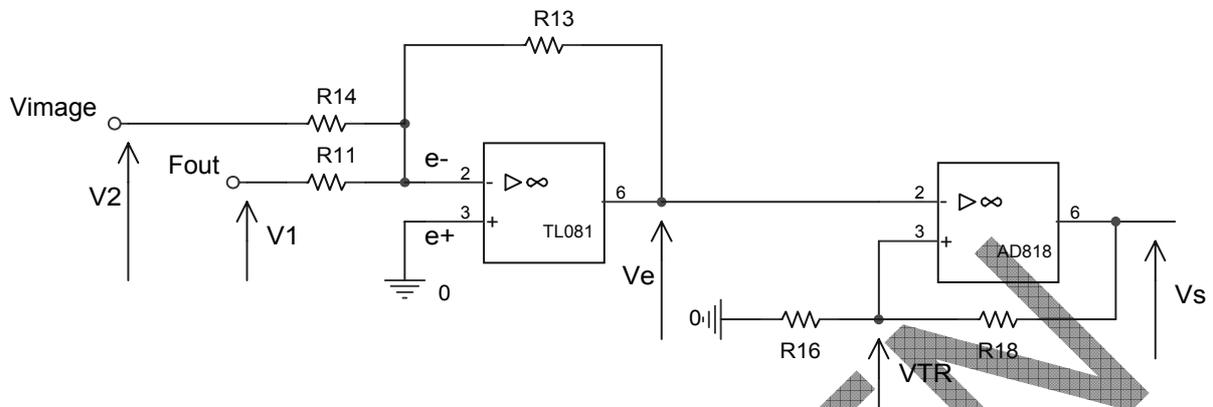

fig.6
Réaliser grâce à la figure 6 ci-dessous, le signal bruité V_e de la figure 1.
- 8.6.3.1 Réaliser le schéma de la figure 6.